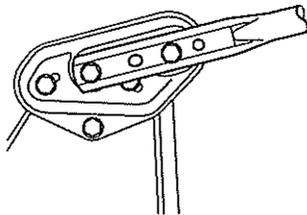

Afb. 2.
- 1 Monteer het onderste handvat aan de machine (met 4 nylon moeren). (Zie afb. 2, 3 en 4.)